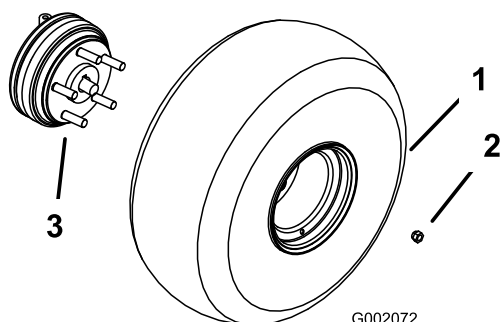

Figura 3
3. Montate le ruote usando i dispositivi di fissaggio tolti in precedenza (Figura 3) e serrate a 61-88 Nm.